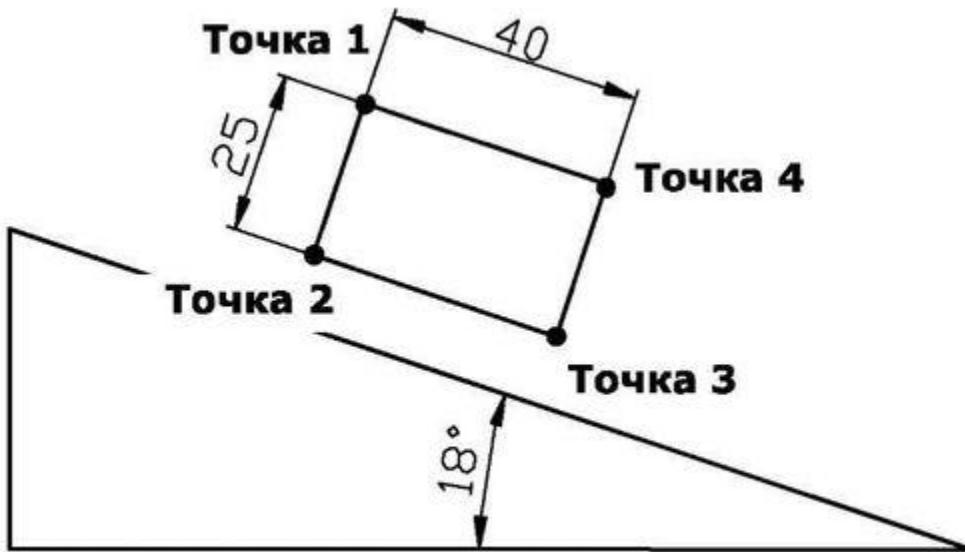

Рис. 3.33. Применение объектной привязки
Данный пример посвящен освоению навыков работы с включенными режимами объектной привязки Parallel (Параллельно) и Perpendicular (Нормаль). Необходимо построить прямоугольник (рис. 3.33) с указанными на чертеже размерами так, чтобы его большая сторона была параллельна гипотенузе треугольника (образующей с горизонтальной плоскостью угол 18°) и отстояла от нее на произвольном расстоянии. При этом разрешено пользоваться только двумя указанными режимами привязки.
3. После этого необходимо снова воспользоваться командой Line или кнопкой Line (Отрезок), расположенной в инструментальной группе Draw (Рисование) вкладки Ноте (Главная), и произвольно назначить положение первой точки (см. рис. 3.33). Единственным условием должно быть достаточное удаление точки от гипотенузы (более чем на 25 единиц).